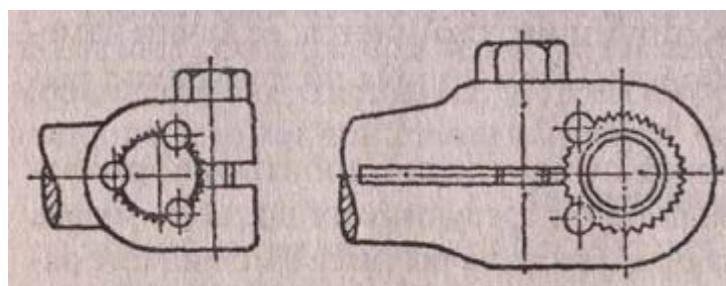

Рис. 2.43. Установка штифтов на рычаги КП.
5. Ослабление крепления рычага кикстартера с валом может быть вызвано недостаточной затяжкой болта (повреждение резьбы) или вытяжкой металла рычага. В первом случае можно нарезать резьбу М10, опилив головку болта под ключ 12. Во втором случае можно ножовкой или плоским напильником расширить паз. Не следует эксплуатировать мотоцикл с ослабленным креплением рычага, это неизбежно приведет к смятию мелких шлицев, что устраняется только установкой штифтов (рис. 2.43) или заменой деталей. Советуем при запуске не ударять по рычагу кикстартера и резко не отпускать его, поскольку это приводит к смятию шлиц.
Люфт педали переключения передач при полной затяжке стяжного болта. Необходимо ножовкой или тонким плоским напильником расширить паз и болтом плотно стянуть рычаг. Неисправность можно устранить также установкой штифтов (рис. 2.43).